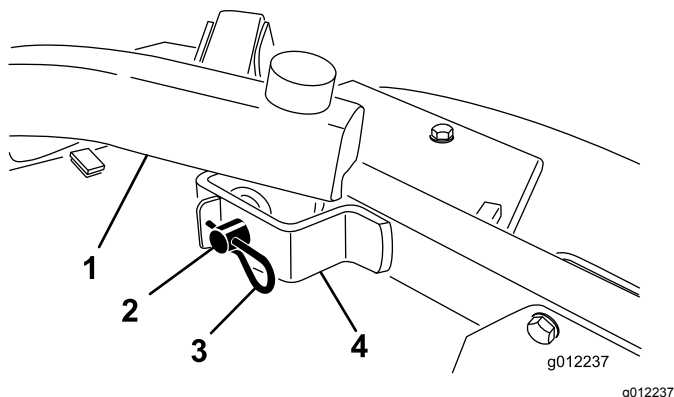

Figura 22
4. Retire os pernos de gancho e os passadores de forquilha que fixam os braços de elevação aos suportes do braço da roda giratória (Figura 22).